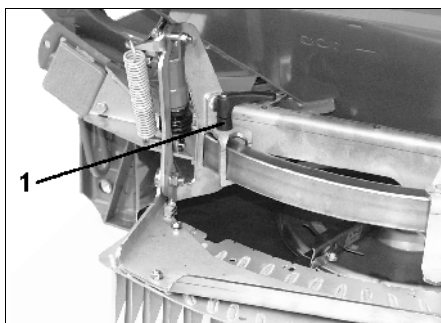

Fig. 43
- For å gjøre det må spaken (Fig. 43/1).